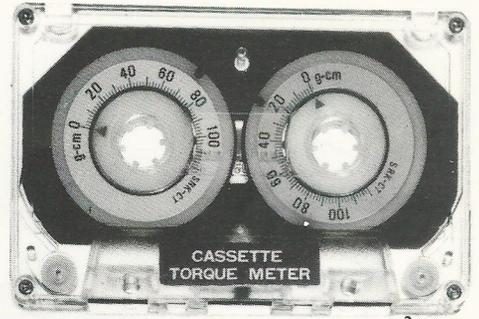

Fig. 3
4. Friction coupling 51, Fig. 3
4. Friktiekoppeling 51, Fig. 3
4. Couple de friction 51, Fig. 3